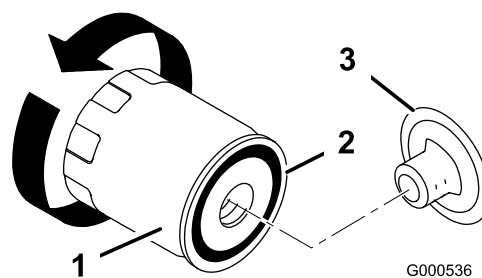

Figure 37
9. Changez le filtre à huile au besoin (Figure 37).
2. Déposez le filtre à huile usagé et essuyez la surface du joint de l'adaptateur (Figure 37).
3. Appliquez une fine couche d'huile propre sur le joint en caoutchouc du filtre de rechange (Figure 37).
4. Posez le filtre à huile de rechange sur l'adaptateur. Tournez le filtre dans le sens horaire jusqu'à ce que le joint touche l'adaptateur, puis donnez 1/2 à 3/4 de tour supplémentaire (Figure 37).